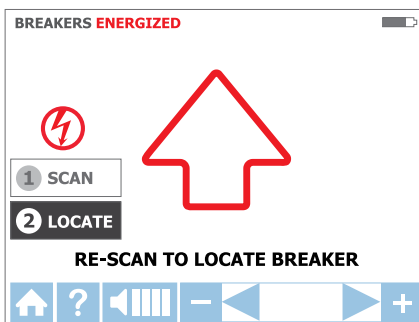
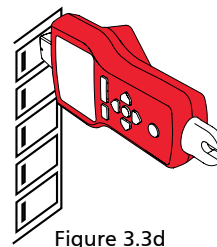

Figure 3.3c
Figure 3.3d
2. Balayez chaque disjoncteur pendant une demi-seconde en le touchant avec le capteur de pointe. Assurez-vous que la rainure du capteur de pointe est parallèle à la longueur du disjoncteur (voir Figure 3.3d)
Étape 2 - ② LOCALISATION :
1. Sélectionnez le mode LOCALISER à l'aide des flèches directionnelles pour mettre en surbrillance ce mode de fonctionnement et en appuyant sur le bouton jaune « ENTRÉE ». (Voir figure 3.3c)
2. Rebalayez chaque disjoncteur en les touchant avec le capteur de pointe pendant une demi-seconde. La flèche rouge animée indique l'avancement du balayage (voir figure 3.3c). Assurez-vous que la rainure du capteur de pointe est parallèle à la longueur du disjoncteur (voir Figure 3.3d).